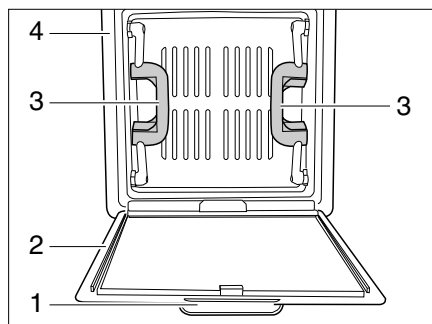

Bild 44 Dachhaube mit Schnappverschluss (Variante 2)
- Den Insektenschutz (Bild 44,2) am Griff (Bild 44,1) nach unten ziehen. Der Insektenschutz klappt nach unten.
- Die Dachhaube an beiden Griffen (Bild 44,3) nach oben drücken.
- Den Insektenschutz nach oben klappen und am Rahmen (Bild 44,4) einrasten.
- Die Dachhaube an beiden Griffen (Bild 44,3) kräftig nach unten ziehen.